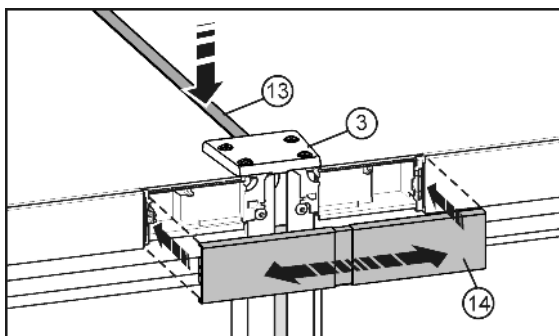

Fig. 10
- ▶ Sul lato superiore premere il listello corto Fig. 10 (13) nella fessura. Il listello deve finire a filo con la piastra di collegamento Fig. 10 (3) lungo il bordo anteriore.
- ▶ Innestare la copertura Fig. 10 (14) sull'interstizio ancora aperto delle due mascherine dei pannelli comandi. Prestare attenzione che i lati esterni della copertura siano a filo con le mascherine dei pannelli comandi. A questo scopo è possibile estrarre la copertura.